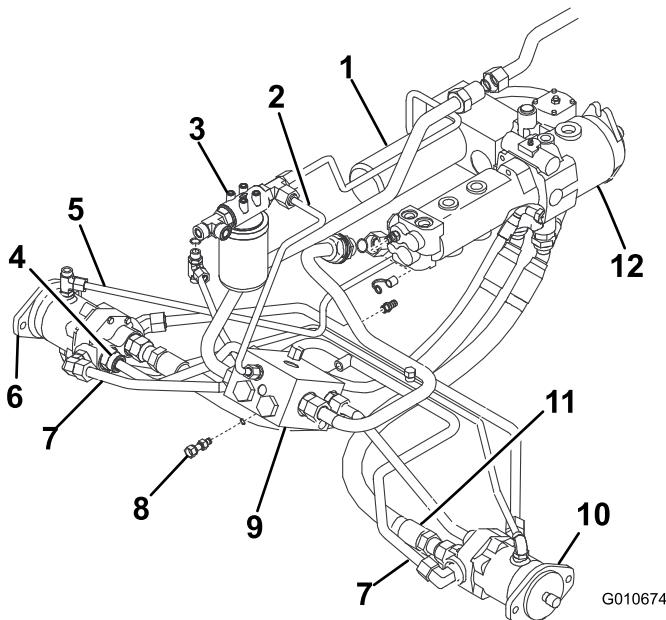

Figura 3
5. Rimuovete e scartate il flessibile idraulico che va dal gruppo pompa idraulica al raccordo del motorino della ruota anteriore sinistra (Figura 3, riferimento 11).
9. Rimuovete e scartate il tubo idraulico che va dal collettore 4WD al motorino della ruota anteriore destra (Figura 3, riferimento 4).